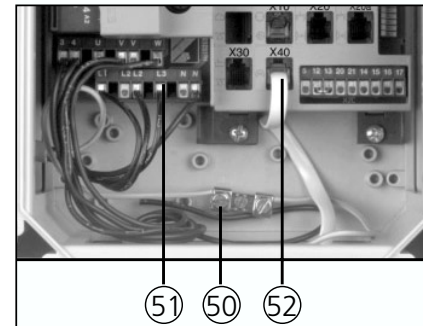

Рис. 5: Подсоединения к системе управления А 60 N
- Осуществите подключение к системе управления, как это показано на рис. 5 или 6.